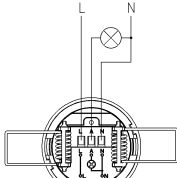

Fig.2
2. Effettuare i collegamenti elettrici seguendo lo schema di collegamento (Fig.2).
2. Make the electrical connections following the wiring diagram (Fig. 2).